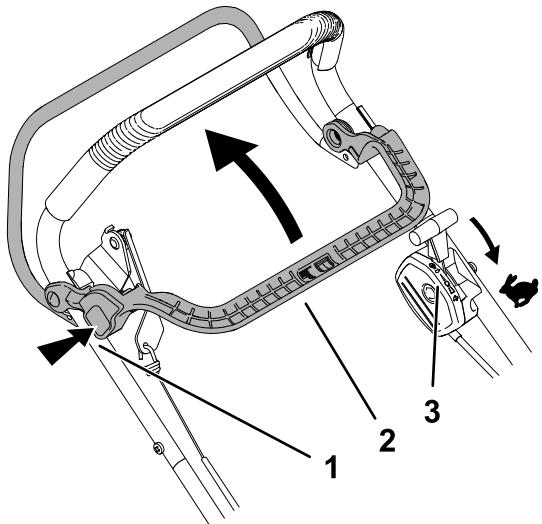

Figure 16
1. Vérifiez que la commande d'accélérateur est à la position HAUT RÉGIME (Figure 16).
2. Appuyez sur le bouton de verrouillage du débrayage du frein de lame (BBC) et serrez le levier de commande du BBC contre le guidon (Figure 16).